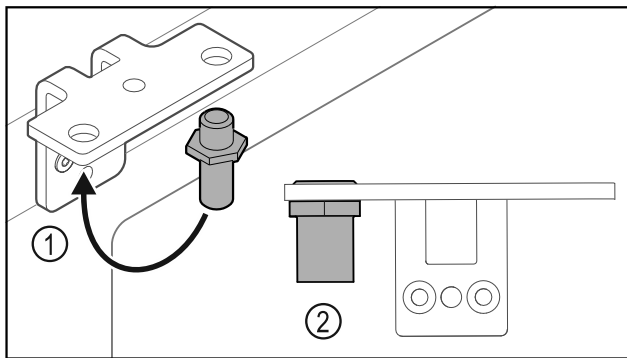

Fig. 32
- ▶ Prestavite sornik v kotniku tečajev vrat Fig. 32 (1).
- ▶ Sornike Fig. 32 (2) zategnite **z zateznim momentom 12 Nm**.